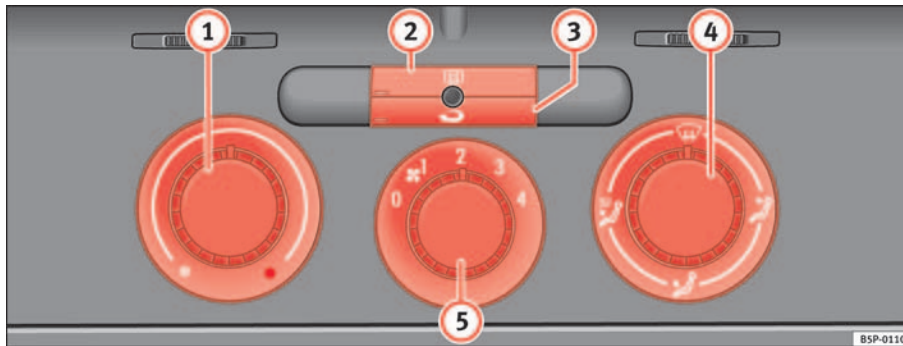

Abb. 123 In der Instrumententafel: Bedienelemente der Heizung
- Mit den Reglern ⇒ Abb. 123 ① und ④ und mit dem Schalter ⑤ stellen Sie die Temperatur, die Luftverteilung und die Gebläsestufe ein.
- Drücken Sie die jeweilige Taste ② bzw. ③, um eine Funktion ein- oder auszuschalten. Bei einer eingeschalteten Funktion leuchtet das Fenster unten links an der Taste auf.